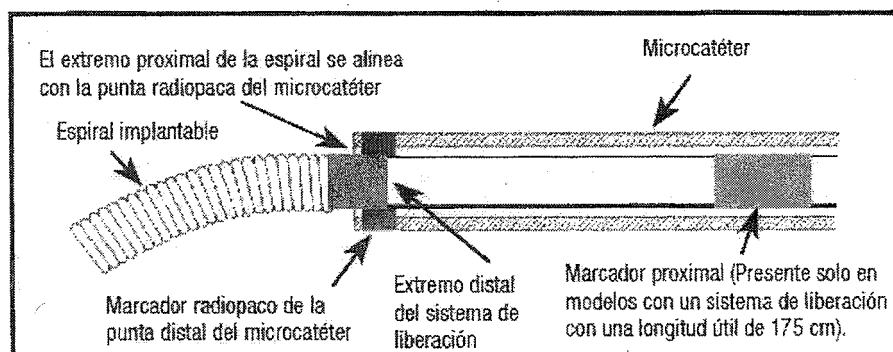

Figura 4 – Posición de las bandas marcadoras para el desacoplamiento
29. Haga avanzar la espiral hacia el lugar deseado hasta que el marcador radiopaco del sistema de liberación este alienado o ligeramente distal al marcador radiopaco de la punta distal del microcatéter, de modo que la zona de desacoplamiento este justo fuera de la punta del microcateter. Vea la figura 4.